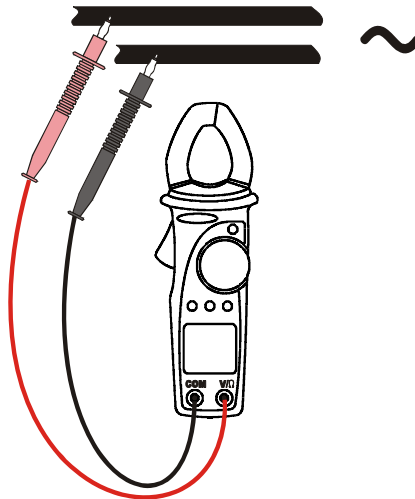

Abb. 6: Frequenzmessung mit Messleitungen
4. Verbinden Sie die Prüfspitzen mit dem gewünschten Stromkreis und der Frequenzwert wird angezeigt (s. Abb. 6).